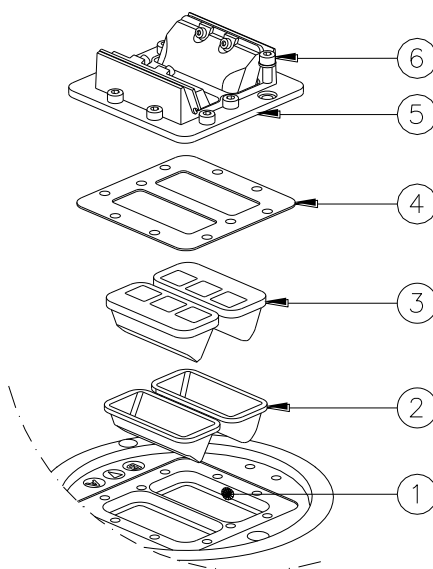

Figura 25 – Sostituzione del prisma
- rimuovere lo squadretto ferma prisma e la guarnizione ferma prisma (Figura 25 - n°4-5)
- rimuovere il vecchio prisma con guarnizione (Figura 25 - n°3-2)
- alloggiare la nuova guarnizione per prisma (Figura 25 - n°2) nella sede della calotta (Figura - n°1)
- posizionare il prisma nell'apposita sede e premerlo con le mani (Figura 25 - n°3)
- posizionare lo squadretto ferma prisma e la guarnizione ferma prisma (Figura 25 - n°4-5) e stringere con le apposite viti TCEI M5x12 (Figura 25 - n°6) seguendo la numerazione presente sullo squadretto ferma prisma, coppia di serraggio di 2.5 Nm